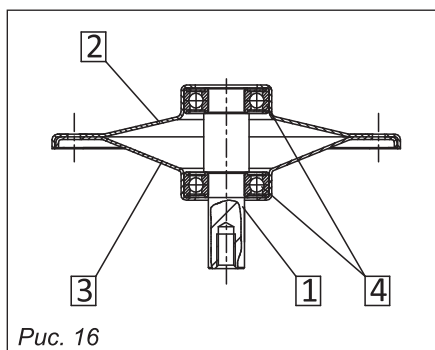

Рис. 16
13.3. Замена подшипников смесительного барабана (рис. 16)